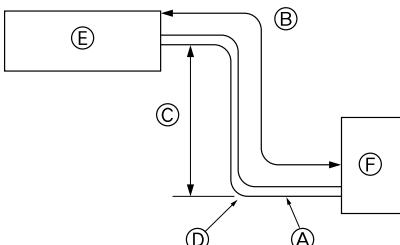

Fig. 2-1
① Verbindingspijpx1
2.1. Koelpijpen (Fig. 2-1)